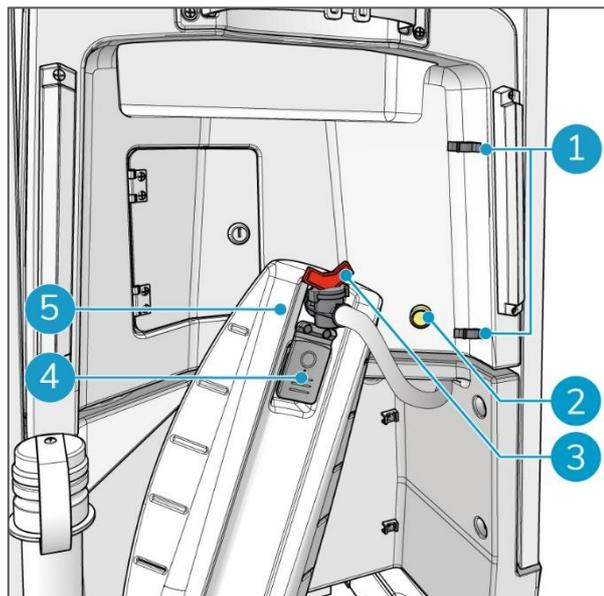

Figure 62
2. Retirez le tube de remplissage des colliers (Figure 62, pos. 1).
3. Ouvrez le bouchon de l'i-mop lite (Figure 62, pos. 4).
4. Placez le tube de remplissage dans le réservoir (Figure 62, pos. 5).
5. Ouvrez la valve rouge (Figure 62, pos. 3).
6. Appuyez sur le bouton jaune (Figure 62, pos. 2). La solution est injectée dans le réservoir de l'i-mop lite.